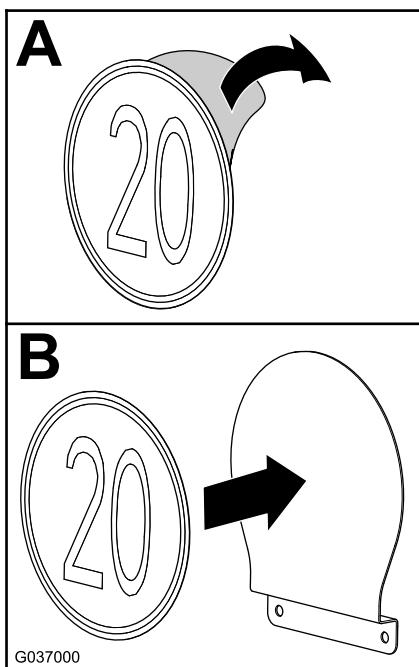

Figura 13
- Retire a parte de trás de um autocolante de velocidade (A de Figura 13).
2. Alinhe o adesivo com o sinal de velocidade como se mostra em B de Figura 13.